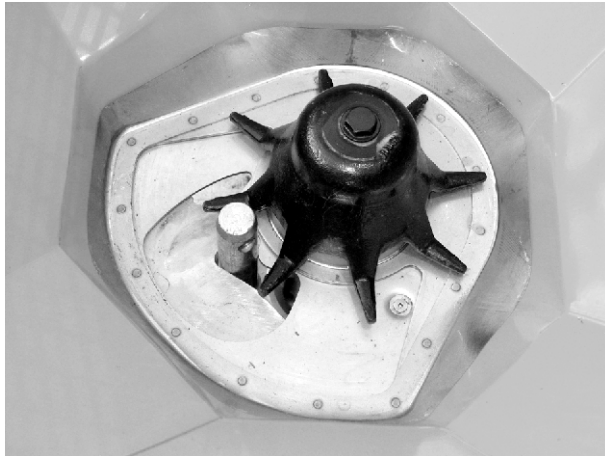

图 87: 配料口中的下导杆销
- ✓ 将计量滑阀对着螺栓轻轻按压。参见 图 87 配料口中的下导杆销。